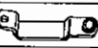

図5
- ④ アンダーカバーとフレームの隙間に図5の様にサイドスタンド①をフレームにそってはめ込み、その時フレームの孔Eにスタンド本体のFをはめ込み、Gの当り止めがフレーム右端に当たる様にして下さい。